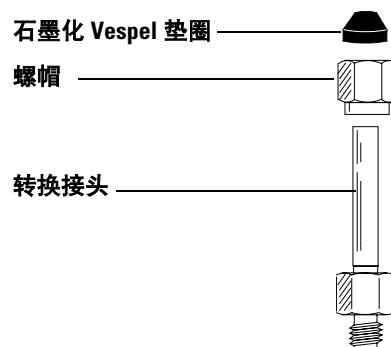

图 55 组装转换接头
- 1 把铜螺帽和石墨化 Vespel 垫圈组装到转换接头上（图 55）。